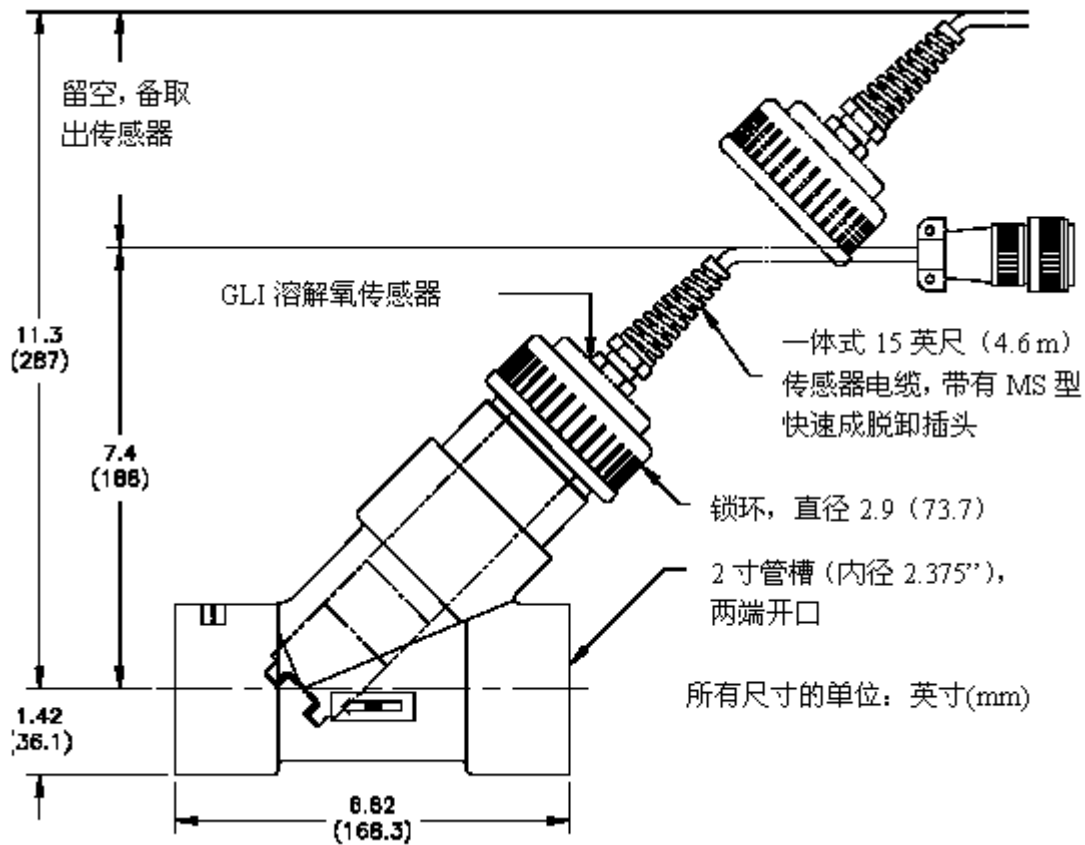

图 2-5 传感器安装——流通池联合安装软件（用于 5500 型系列传感器）
1. 参见图 2-5，注意三通接头的标签上的流向，将专门的 2 英寸“Y”型三通安装到流程中去。